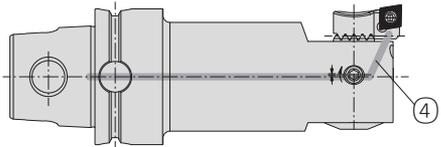

Fig. 2
- Avanço interno de refrigeração ④ até a aresta de corte (Fig. 2). Pressão máxima admissível de 40 bar.